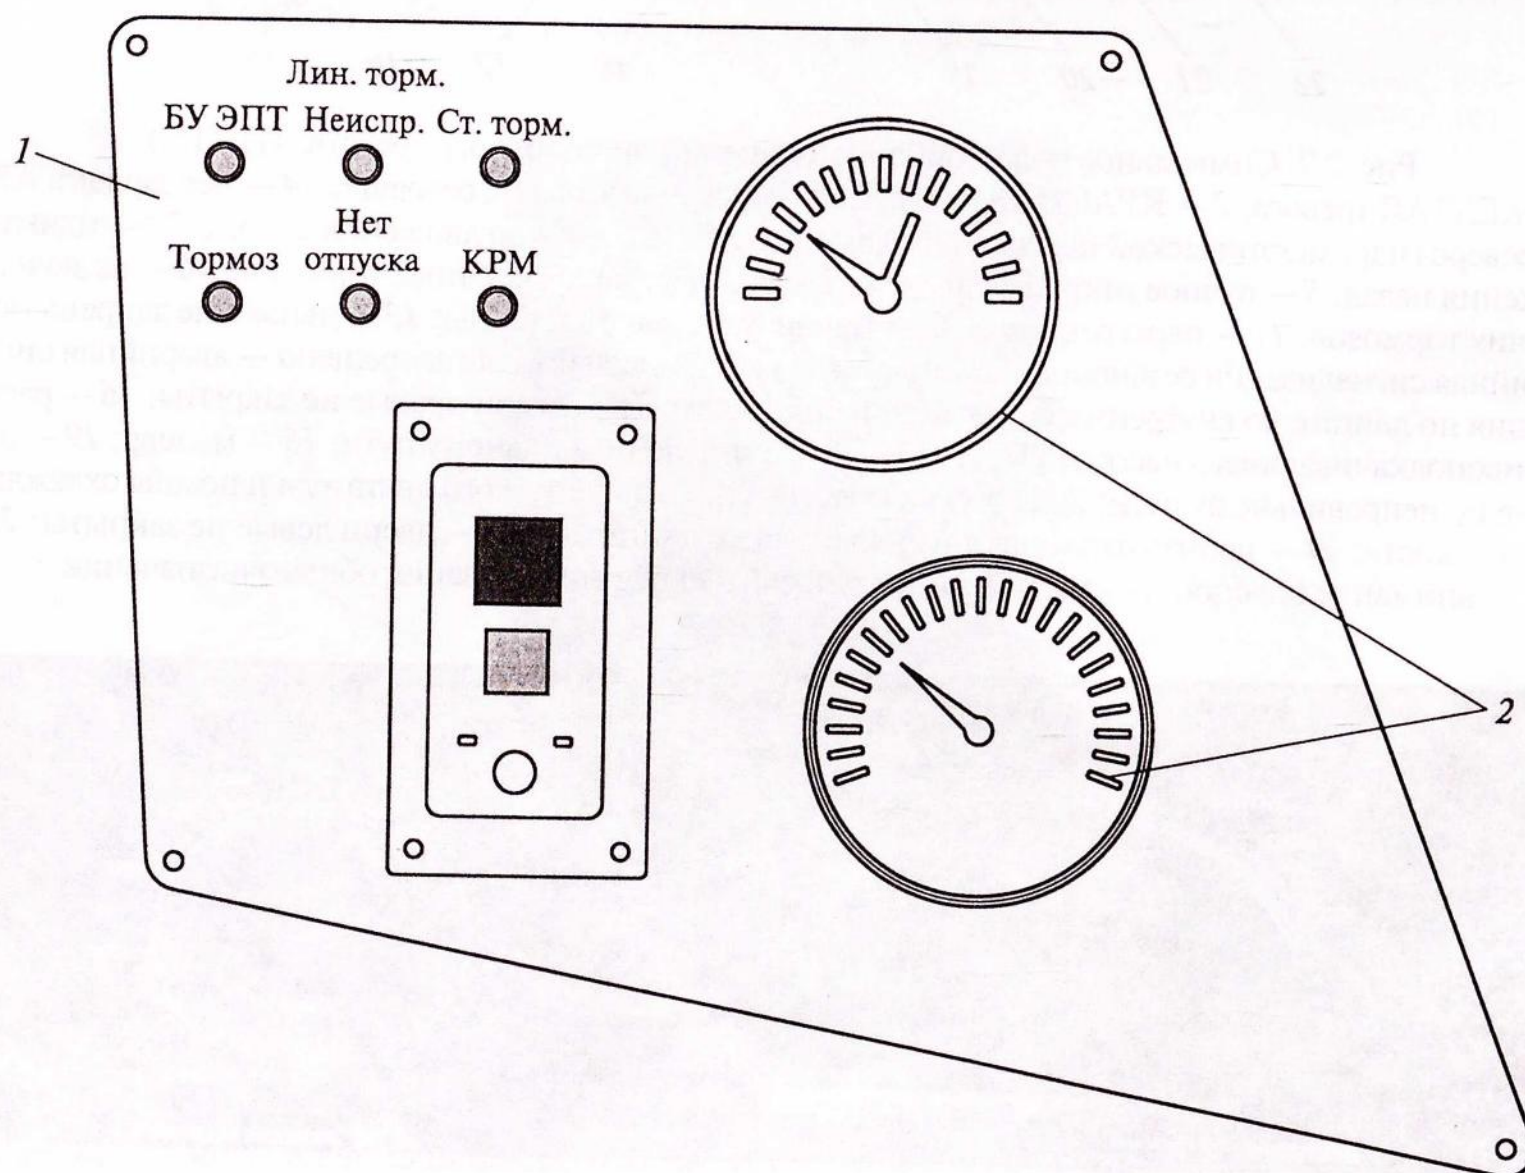

Рис. 2.10. Панель индикации ЭПТ (1) и панель с манометрами пневмосистемы (2)
- панель индикации электропневматической тормозной системы (ЭПТ) и панель с манометрами пневмосистемы для контроля давления в напорной, тормозной магистралях и в тормозных цилиндрах (рис. 2.10);